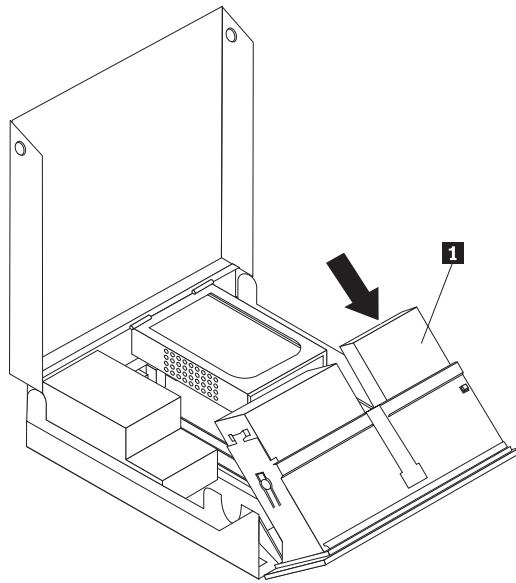

Figura 14. Instalación de una nueva unidad
8. Instale la nueva unidad **1** por la parte posterior del conjunto de bahías de unidades y deslice la unidad de disquetes **1** hasta la posición de bloqueo. Consulte la Figura 14.